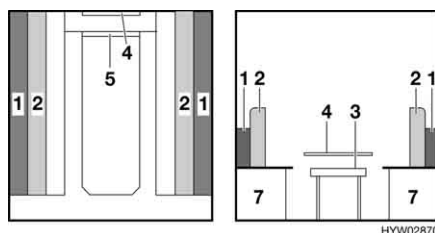

Fig. 76 Durante la trasformazione
- Alzare il piano del tavolo (Fig. 76,3) di circa 45°, sollevarlo dalla guida di supporto superiore (Fig. 76,4) e mantenerlo ad un angolo di 45°.
- Inserire il piano del tavolo nella guida di supporto inferiore (Fig. 76,5) con un angolo di 45° e deporlo sul pavimento con i puntelli.